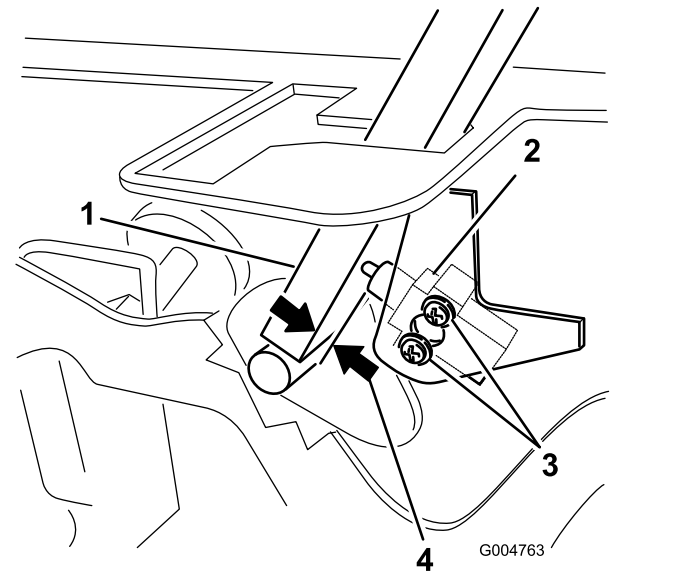

图 48
3. 松开固定联锁开关的2个螺丝图48。
4. 将控制杆保持在机架上向控制杆的方向移动开关直至控制杆与开关主体之间的距离介于0.41mm如图48所示。